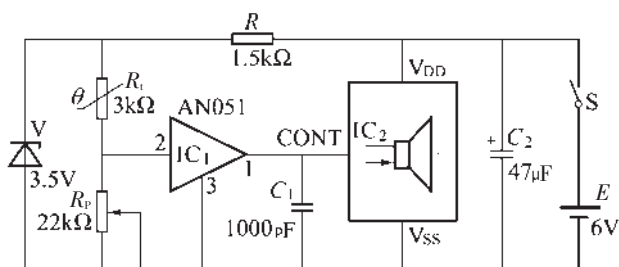
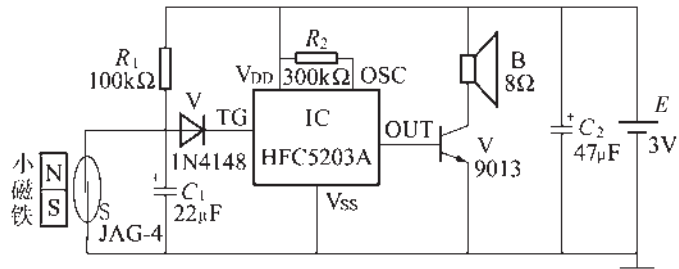

图 3-37
图 3-38
3. 温控电路(图 3-37)
试分析图 3-37、图 3-38 中哪些是传感器、控制器与执行器。
4. 磁控电路(图 3-38)